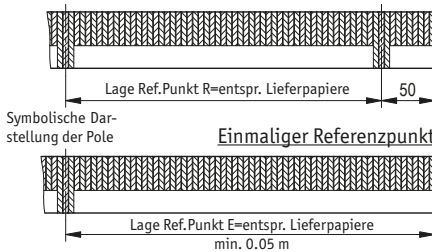

Abb. 6: Definition der Zählrichtung mit Magnetband und Montage Sensor/Magnetband, Abstandsmaße, Toleranzen
- **Auf richtige Ausrichtung bezüglich der Zählrichtung achten (Abb. 6+7).** Dies ist unerheblich falls sich die Zählrichtung in der elektronischen Auswertung umkehren lässt (wie z. B. bei den Magnetbandanzeigen von SIKO).